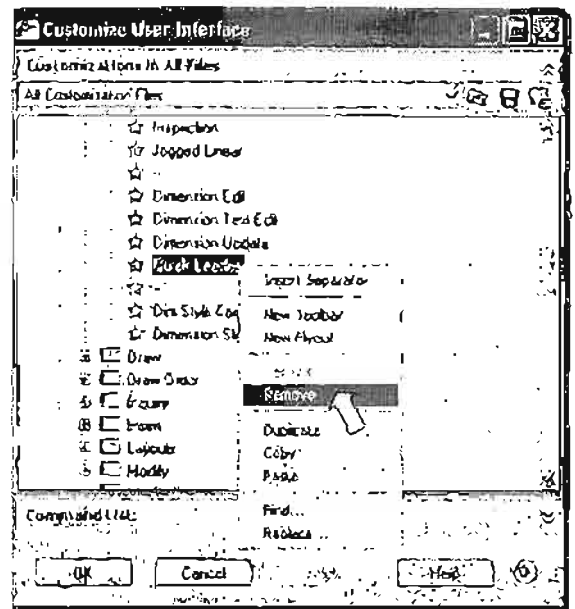

Рис. 1.44. Удаление кнопки с панели инструментов
3. Для удаления кнопки с панели инструментов разверните на этой панели список кнопок щелчком на знаке плюс (+) слева от ее имени, вызовите контекстное меню щелчком правой кнопки мыши на строке с именем удаляемой кнопки и выберите из него пункт Remove (Удалить) (рис. 1.44), а затем подтвердите необходимость удаления кнопки в информационном окне.